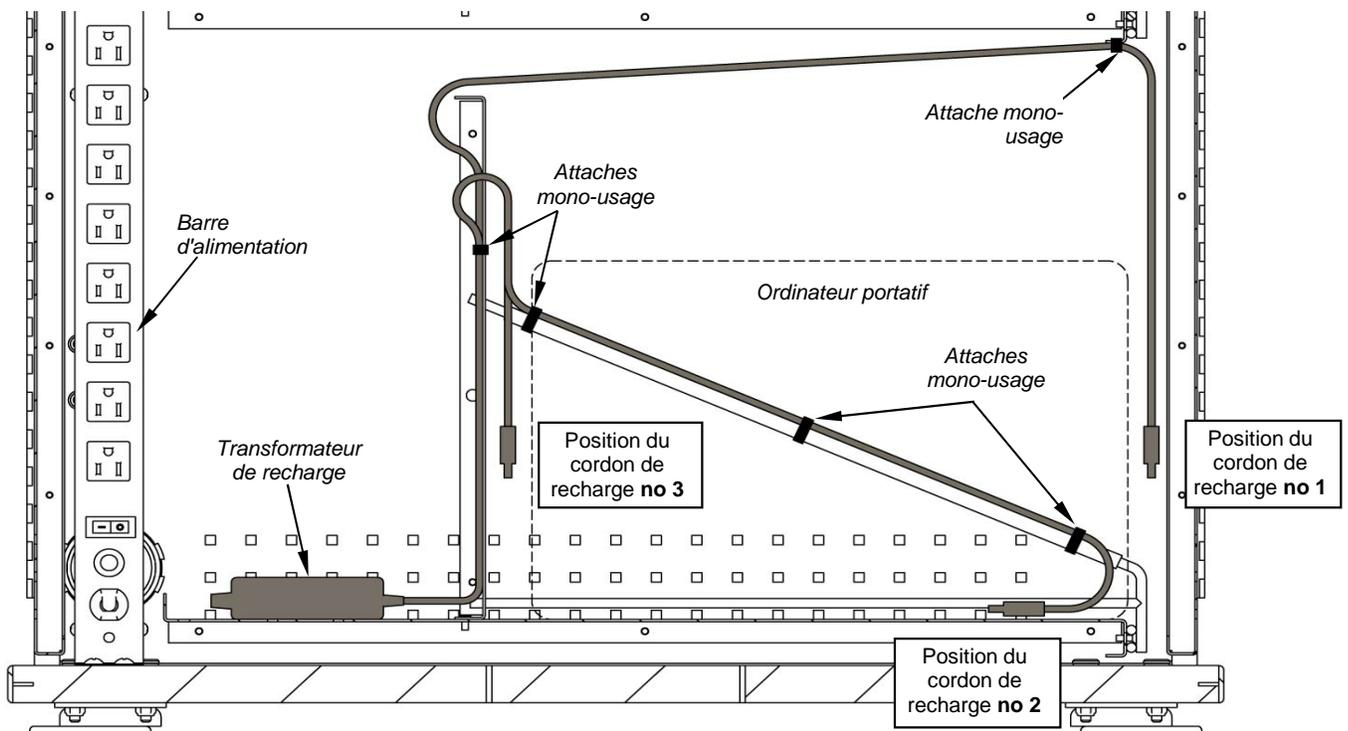

Figure 2C
3. Les cordons de recharge peuvent être acheminés aux ordinateurs portables de plusieurs façons différentes selon l'endroit où les prises de recharge sont situées sur vos ordinateurs portables particuliers. **Figure 2C.** Les cordons d'alimentation peuvent être attachés à l'aide des attaches mono-usage incluses comme illustré.